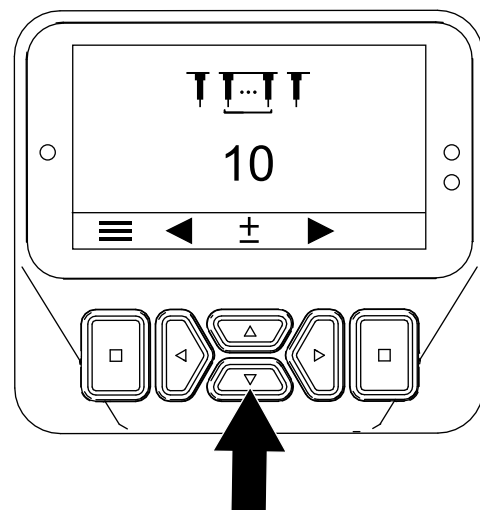

Figura 58
3. Prima o botão direito até ser mostrado o ecrã que permite configurar a quantidade de dentes (Figura 58).
4. Ajuste a quantidade de dentes com os botões cima/baixo (Figura 58) conforme indicado a seguir: